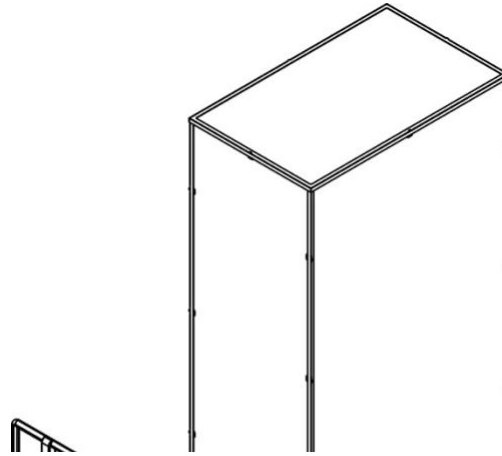

Figura 2-1
1. Utilice una carretilla elevadora para mover el producto al área de instalación. Consulte la Figura 2-1. Asegúrese de que la capacidad de carga de la carretilla elevadora sea suficiente.